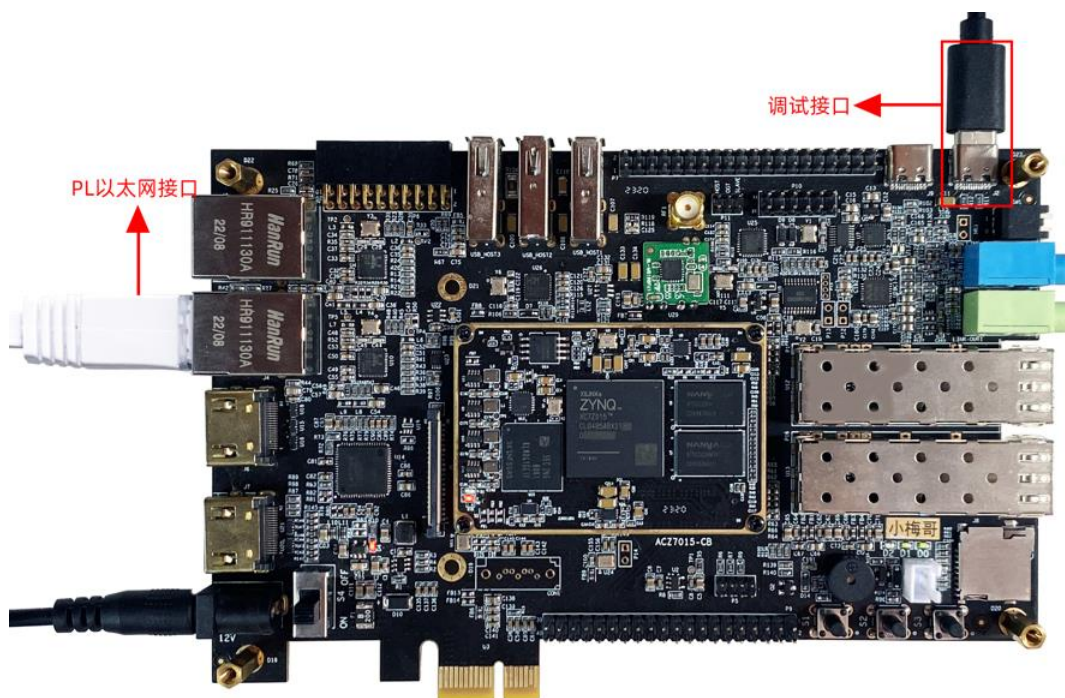

图 1-3 硬件连接
1. 使用网线将 ACZ7015 开发板上 PL 侧以太网接口和您当前调试测试工程用的 PC 机的网口连接起来。使用下载线连接开发板调试接口与电脑主机的 USB 接口，如图 1-3 所示。连接完成后为开发板供电。